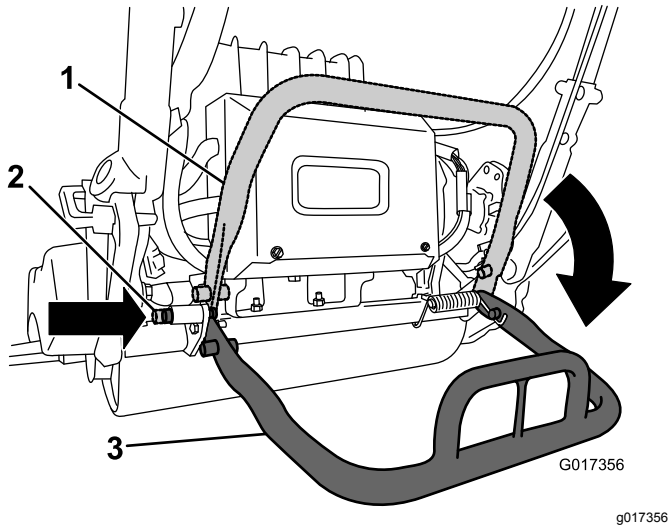

図 6
2. キックスタンドを下げ、ロックングピンを差し込んでキックスタンドを整備位置に固定する図 6。キックスタンドをロックして機体を支える。